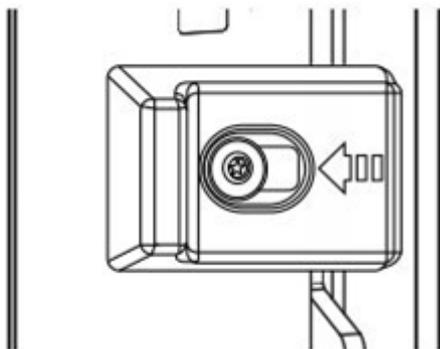
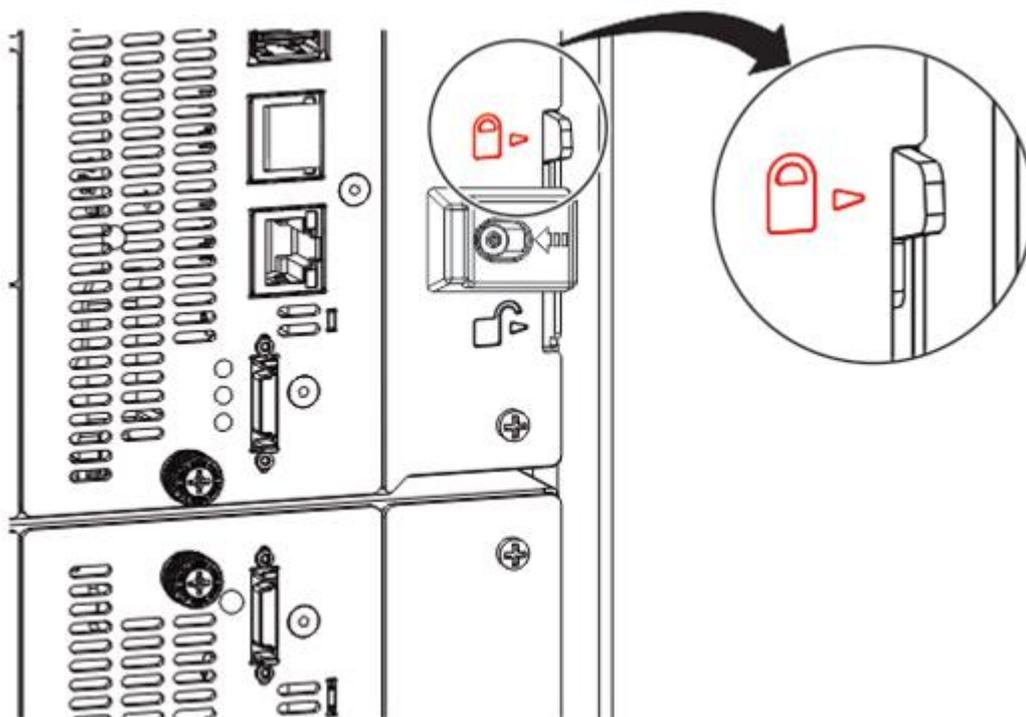
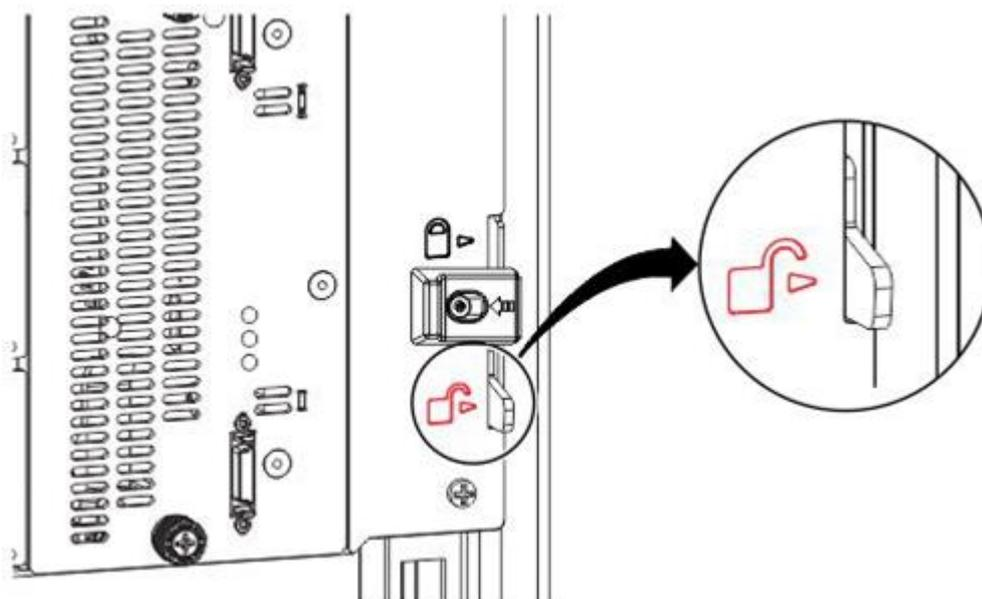

図 1-35 位置合わせレバーロック
図 1-36 下部モジュールに対してロック状態または使用状態にある位置合わせレバー
図 1-37 アンロック状態または解放状態にある位置合わせレバー
2. ライブラリの背面側に立ち、最下部のモジュールからすぐ上のモジュールをペアにして順に位置合わせを行います。位置合わせは図 1-35の位置合わせレバーロックを左にスライドさせてから位置合わせレバーを操作して位置合わせ機構のピン(注参照)を上下に動かします(レバーロックはスプリングを内蔵しているため、レバーを動かしている間はレバーロックをスライドさせたままにしておきます。レバーの上下位置は図 1-36、図 1-37を参照してください)。レバーの操作に抵抗がある場合は上部モジュールの位置を、位置合わせ機構のピンが下部モジュールの合わせ穴に入るように調整します。下から順にモジュールの各ペアに対して位置合わせを繰り返します。